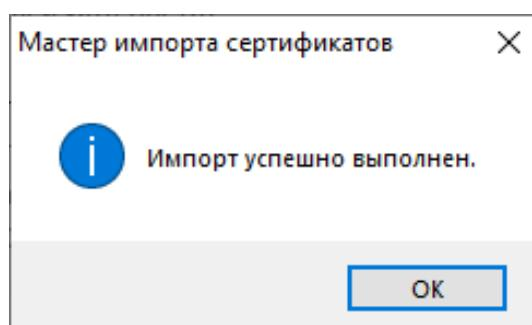

Рисунок 533 - Импорт успешно выполнен
18. Импорт успешно выполнен. Нажмите **OK** (Рисунок 533).